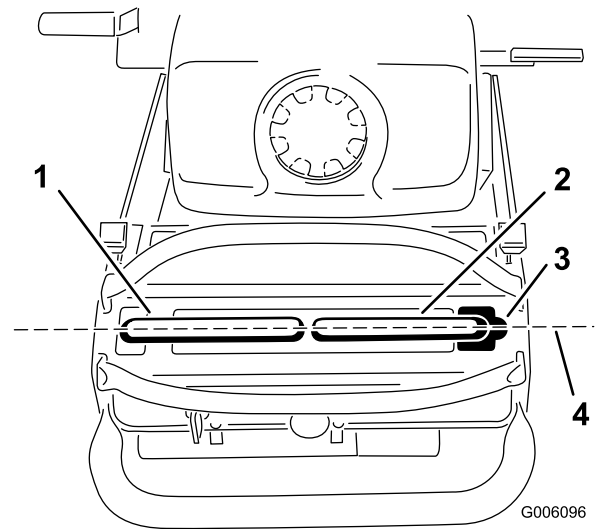

Bild 44
Wichtig: Stellen Sie sicher, dass die Spur des Rasenmähers nach dem Einstellen der Fahrtriebshebel richtig ist. Nach dem Einstellen der Spur können die Fahrtriebshebel ggf. nicht richtig in der Längsrichtung ausgerichtet sein (Bild 44).
- Prüfen Sie nach dem Einstellen der horizontalen Ausrichtung die Ausrichtung in Längsrichtung (Bild 44).